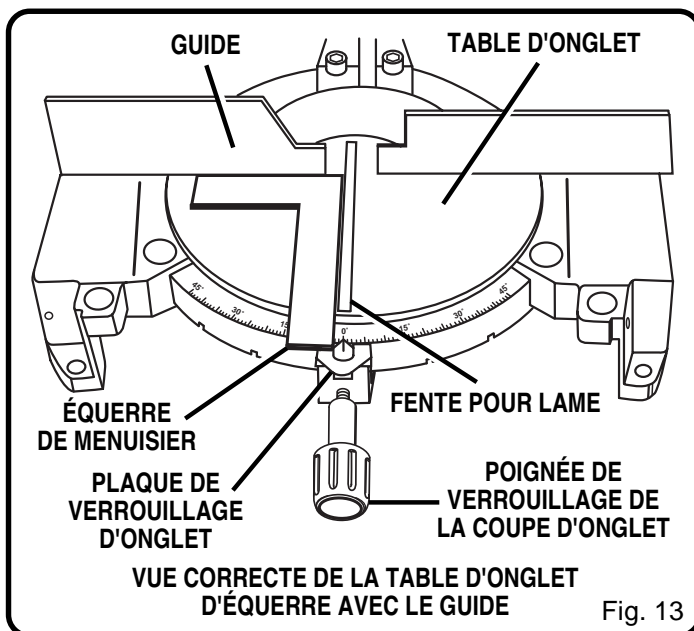

Fig. 13
Voir figures 13 – 16.
- Posez une équerre de menuisier à plat sur la table d'onglet. Placez l'une des branches de l'équerre contre le guide. Placez l'autre à côté de la fente pour lame. Le bord de l'équerre et celui de la fente pour lame doivent être parallèles comme l'illustre la figure 13.